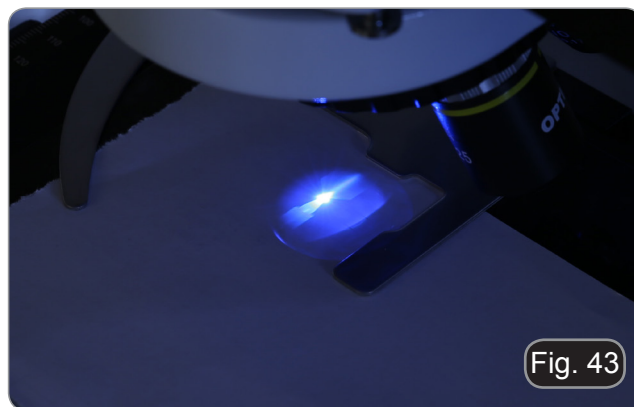

Fig. 43
5. Utilisant la vis de mise au point du collecteur ② positionner l'image de l'arc projetée sur le papier. L'arc lumineux doit être le plus clair et le plus défini possible. (Fig. 43)